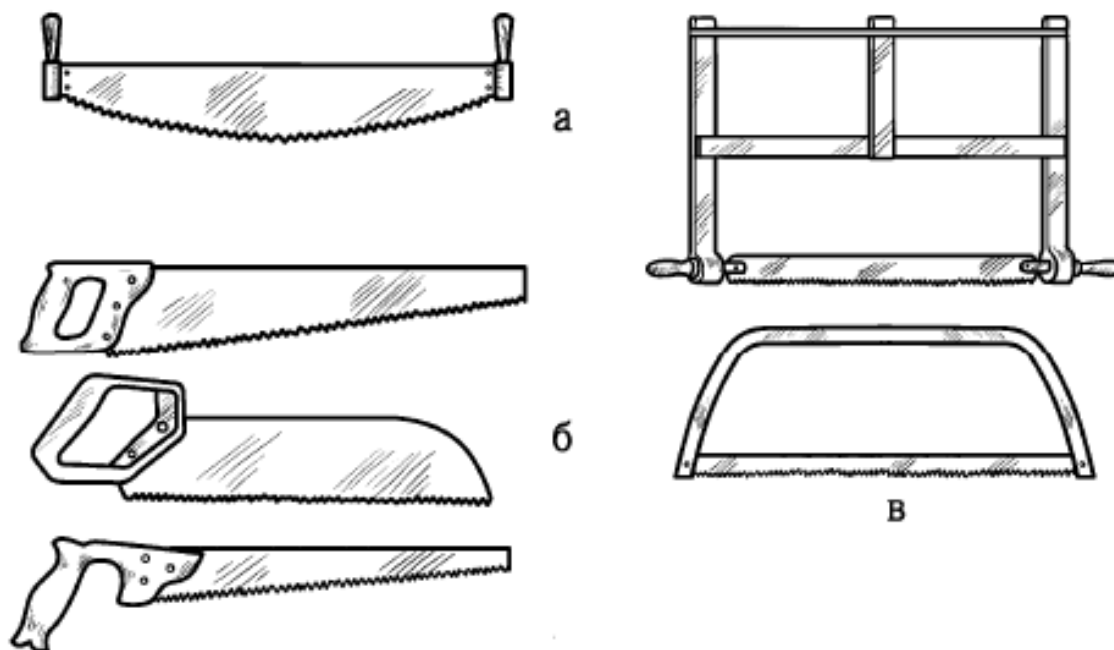

Рис. 30. Инструмент для пиления: *а* – двуручная пила; *б* – ножовки; *в* – лучковые пилы
4. Пилы (рис. 30) различаются по форме и назначению. Двуручные используются для распила ствола или большой заготовки; ножовки и лучковые пилы применяются для поперечного и продольного распила. Весь этот инструмент различается размерами и формой зубьев.